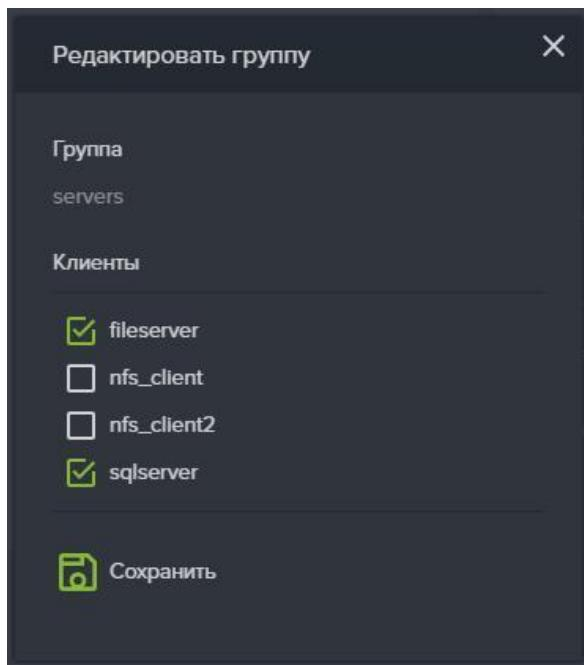

Рисунок 119. Добавление клиентов в группу
3. Нажмите на кнопку «Редактировать» (см. Рисунок 119)